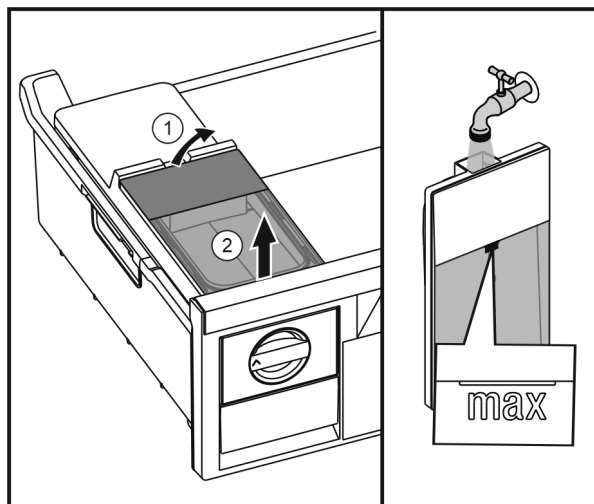

Fig. 37
- ▶ Zvedněte vzadu nádržku na vodu *Fig. 37 (1)* a poté ji vyjměte směrem nahoru *Fig. 37 (2)*.